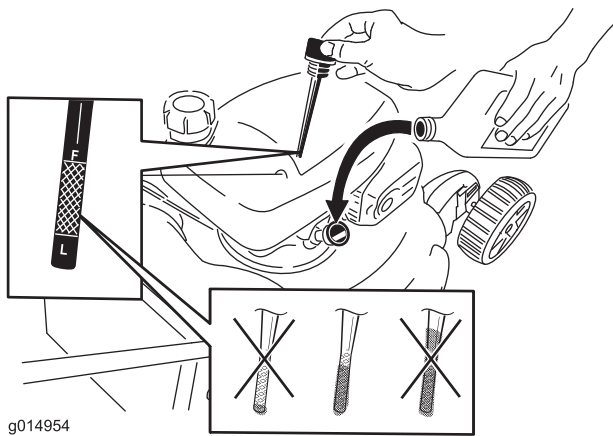

Bild 39
6. Nehmen Sie den Peilstab aus dem Öleinfüllstutzen (Bild 39).
12. Nehmen Sie den Peilstab heraus und lesen den Ölstand ab, siehe **Bild 39**.
- Füllen Sie bei einem zu niedrigen Ölstand langsam etwas Öl in den Öleinfüllstutzen: Wiederholen Sie die Schritte **10** bis **12**, bis der Ölstand richtig ist, wie in **Bild 39** dargestellt.